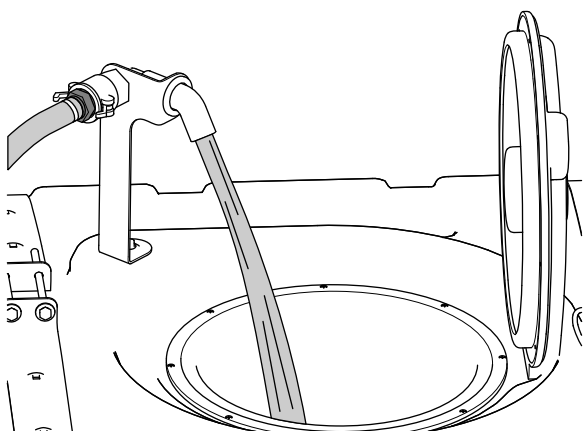

Figura 25
5. Adăugai 3/4 din apa necesară în rezervorul de pulverizare (Figura 25).